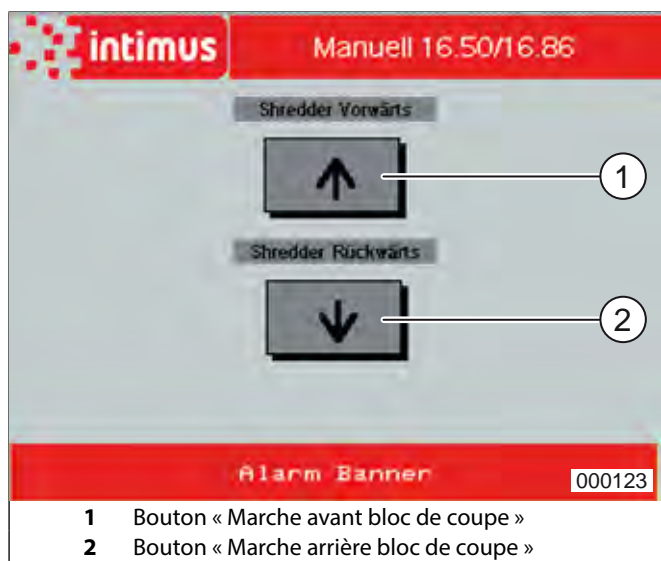

fig. 12 Écran « Mode manuel »
Écran principal « Mode manuel » (fig. 12)
5. Détacher les extrémités de la bande (fig. 21/3) coincées sur du châssis du compacteur, les nouer avec la bande étirée (fig. 17) puis couper la bande derrière le nœud avec une paire de ciseaux (fig. 12).